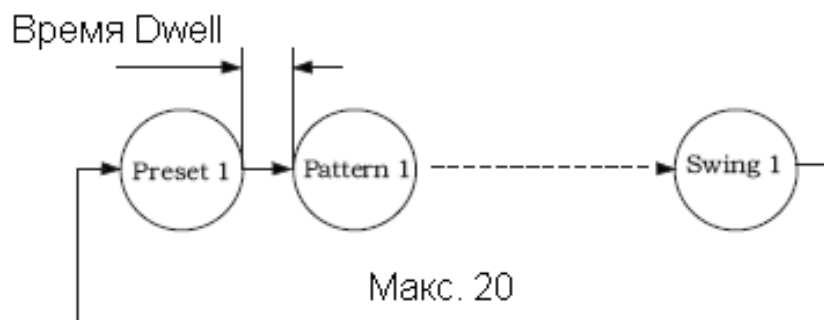

Рис. 6.5.6-1
С помощью функции Группа возможно задание группы действий. Максимальное количество групп составляет 8. Максимальное количество действий в группе – 20 (См. рис. 6.5.6-1).
- Затем в пункте Edit group (см. рис. 6.5.6-2) сделать настройки группы.